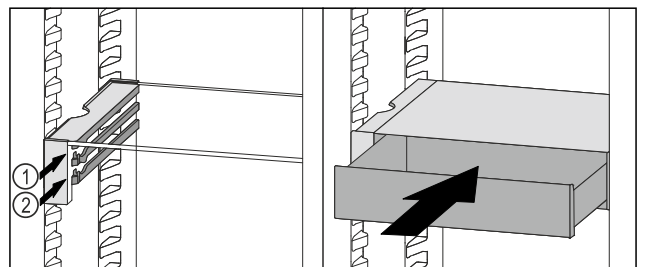

Fig. 83
- ▶ VarioSafe-Schubfach hinter den Stoppere auf gewünschter Rippe Fig. 83 (1) oder Fig. 83 (2) aufsetzen.